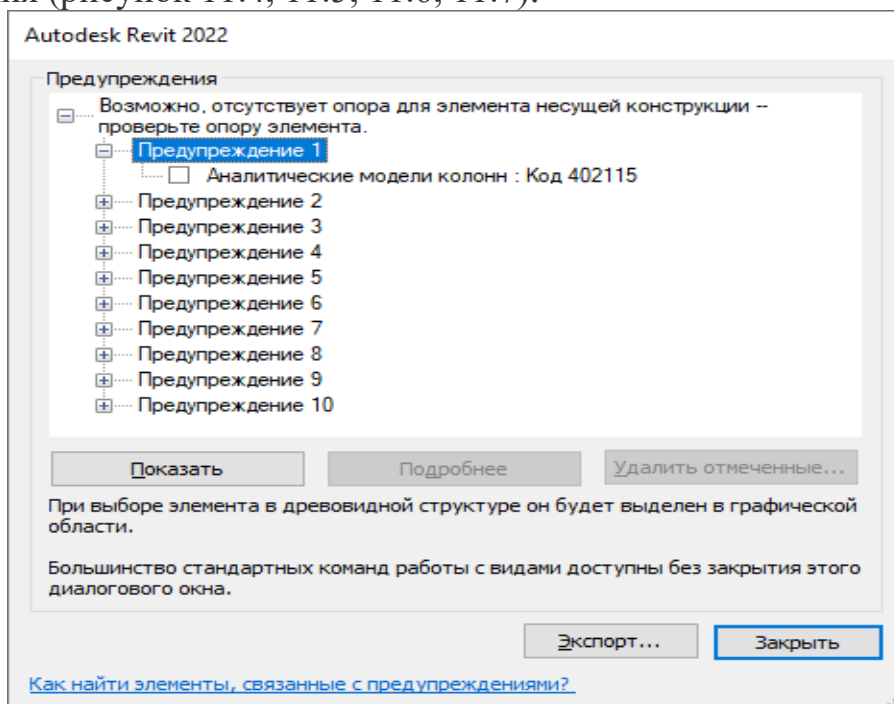

Рисунок 11.4 — Предупреждение о неподдерживаемом элементе
3. Проанализируйте эти сообщения и внесите в проект соответствующие изменения (рисунок 11.4, 11.5, 11.6, 11.7).